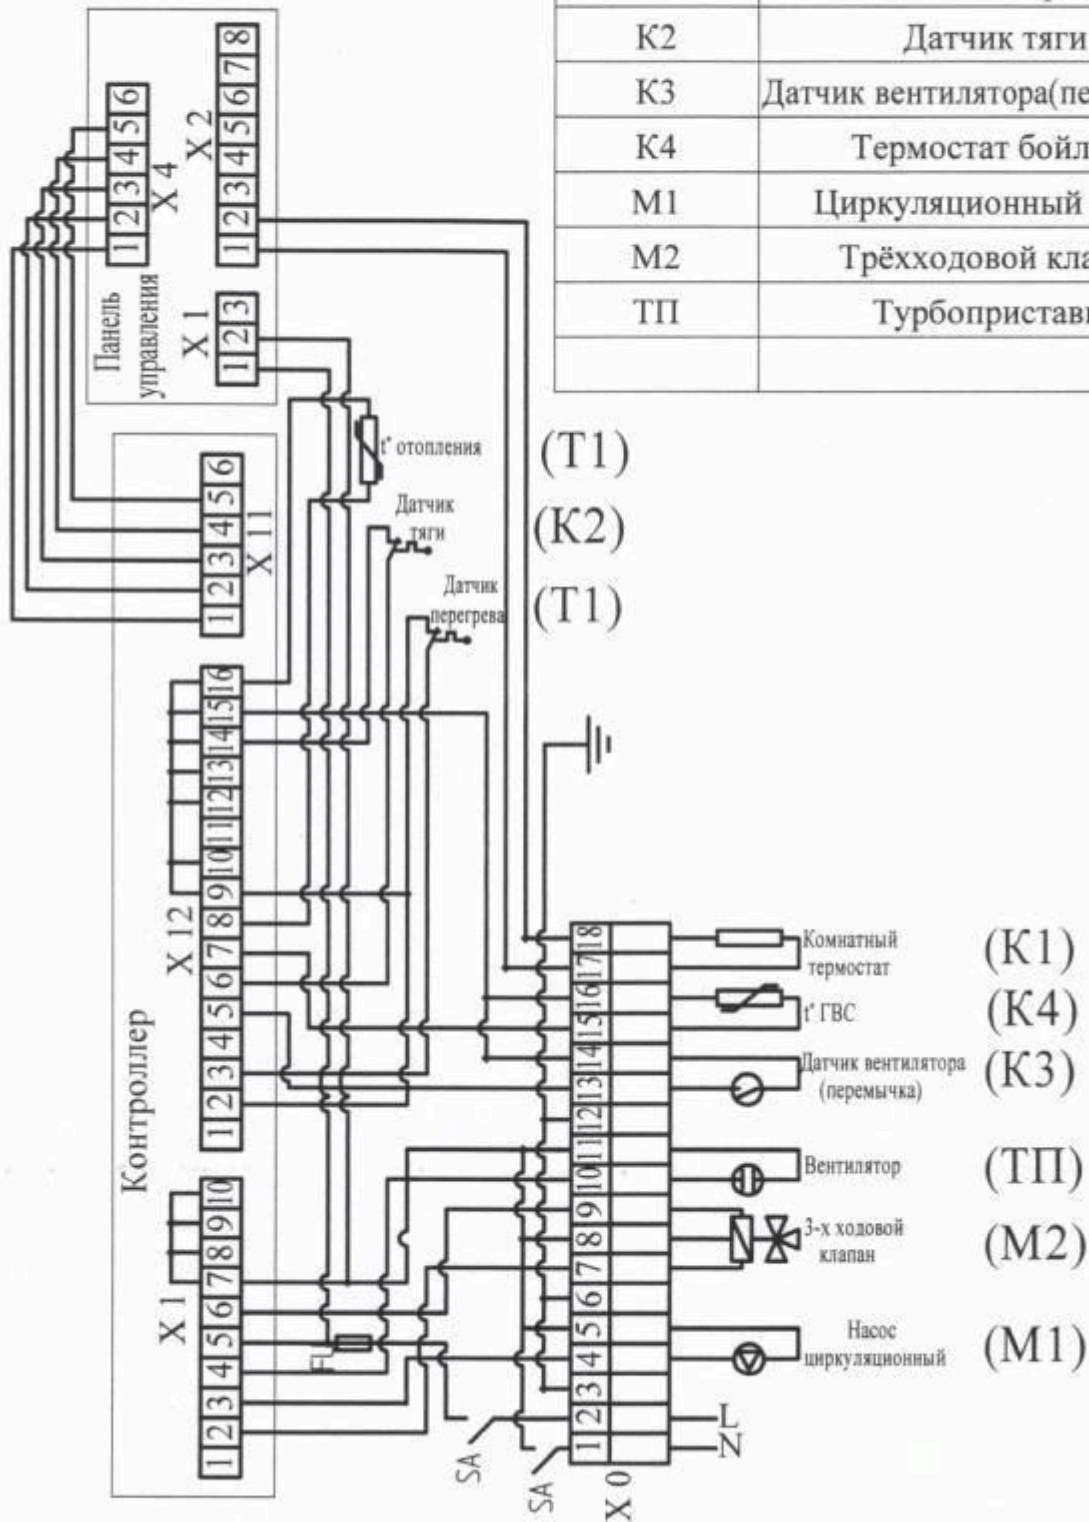

Рис. 7. Схема электрических соединений.
- Выполнить подключение дополнительных внешних приборов согласно схеме рис. 7 (если они были заказаны для имеющегося исполнения котла или предусмотрены проектом).
- произвести подключение циркуляционного насоса к контактам клеммной колодки (M1), как указано на рис. 7;
- снять перемычку с контактов 17, 18 клеммной колодки рис. 7;
- произвести подключение комнатного термостата (программируемого комнатного термостата) К1, в соответствии с инструкцией по его эксплуатации, как указано на рис. 7;
- произвести подключение контактов бойлера косвенного нагрева к контактам датчика температуры К 4, как указано на схеме рис. 7;
- установить в систему отопления трехходовой клапан VC6613 (MQ 6000/U) согласно электрической схеме рис. 7 и схеме системы отопления рис. 4 а.